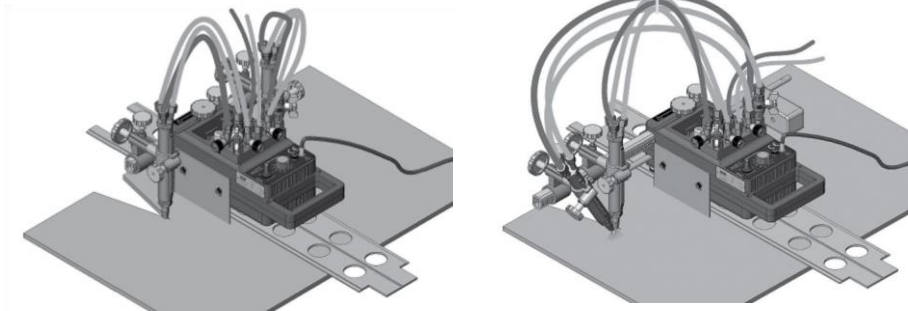

Bild 12: Fasskärning och bandskärning med två brännare
8. använd korrekta skärmunstycken enl. punkt 2.5 ovan. gCE proFIT® med två brännare kan användas för fasskärning och för bandskärning som visas i bild 12.